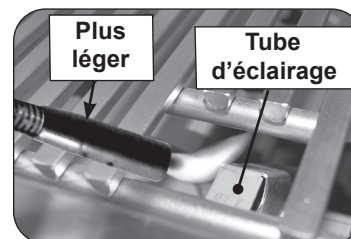

Fig. 32-2 Éclairage manuel via un tube d'éclairage
2. Passez un allumeur brûlant de butane de long-baril ou une allumette brûlante de long-tige dans la grille à cuire s'ouvrant au dessus du tube d'éclairage. (Fig. 32-2). Pour les brûleurs arrière, les brûleurs à haute puissance ou les brûleurs infrarouges, maintenez la flamme contre la surface du brûleur arrière/du brûleur à haute puissance/du brûleur infrarouge.